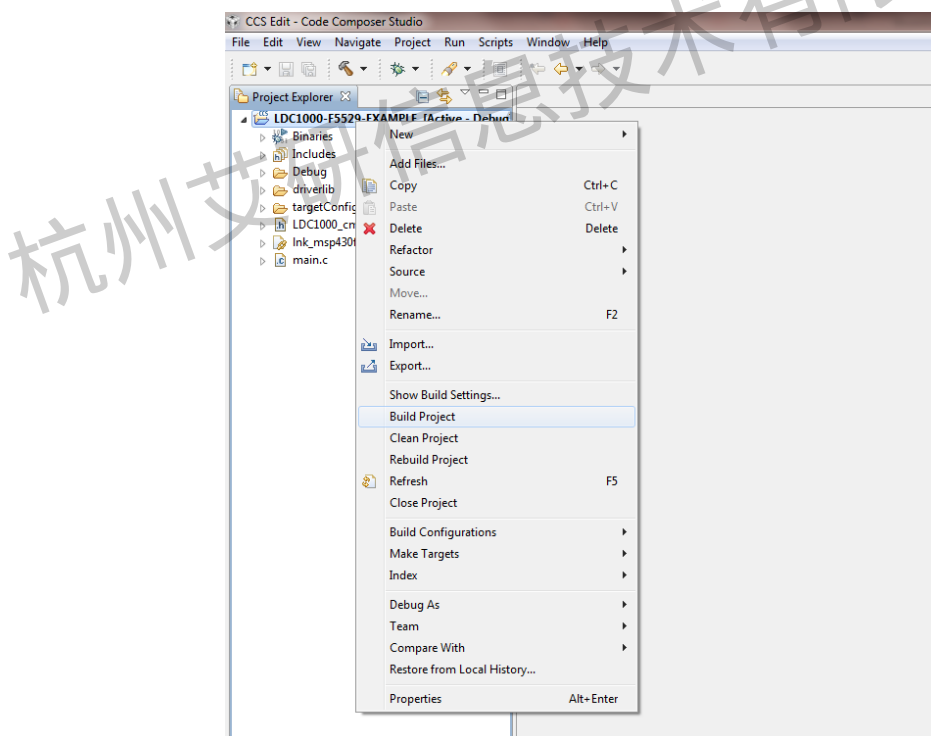

图 6 Build Project
3、在工程项目上，右击，点击“Build Project”编译(图 6)